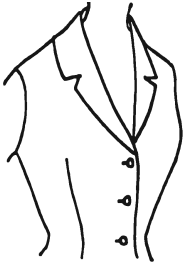

Рис. 448
**Пример первый.** На рис. 448 представлена модель, напоминающая модель на рис. 433. К сожалению, рисунок не передает различие в прилегании воротника к шее, которое в действительности существует между этими двумя моделями. Но смеем вас заверить, что для достижения расширения воротника лучшим с технической стороны является чертеж с подбортом.